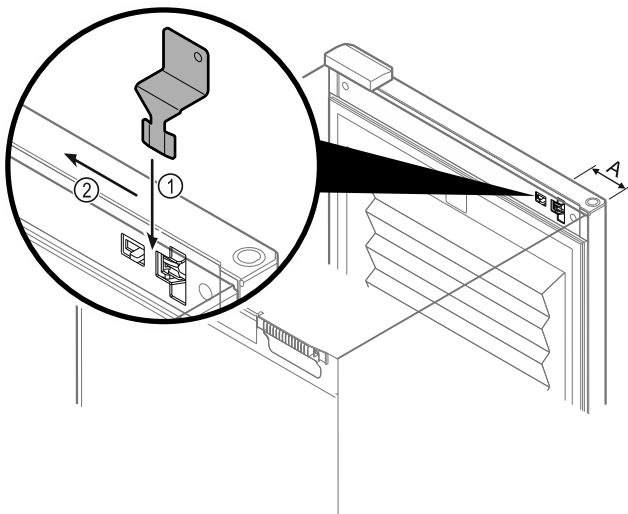

Fig. 218
- ▶ Postavite ključ za sigurnosno deblokiranje na odgovarajuće mjesto Fig. 218 (A) ≈ 100 mm.
- ▶ Utaknite ključ za sigurnosno deblokiranje između vrata i trupa uređaja odozgo do graničnika Fig. 218 (1).
- ▶ Povucite ključ za sigurnosno deblokiranje u smjeru strane sa šarkama Fig. 218 (2).